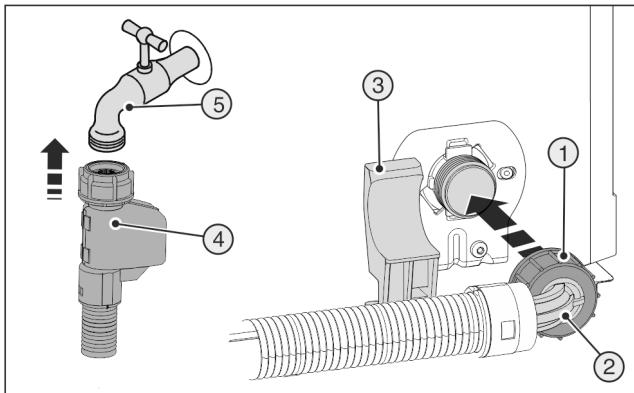

Fig. 8
- Priklučite ravan završetak crijeva Fig. 8 (4) na zaporni ventil Fig. 8 (5).